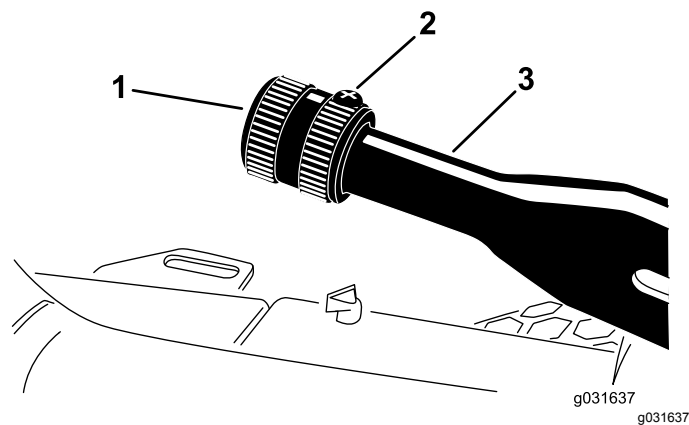

図 58
1. 調整ノブをブレーキレバーに固定している固定ねじをゆるめる 図 58。